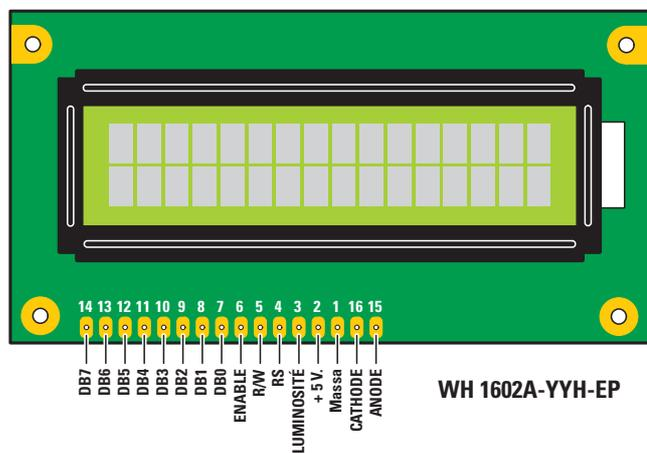

Figure 14 : Brochages de l'afficheur LCD, des transistors vu de dessous et du circuit intégré stabilisateur 7805, utilisés dans ce montage.
avant du coffret, donc, faites bien attention à les placer à la même hauteur que les poussoirs. Lors de la mise en place des LED, il faut respecter la polarité de leurs pattes et si vous observez la figure 14, vous noterez que la patte "anode" (A) est plus longue que la patte "cathode" (K).